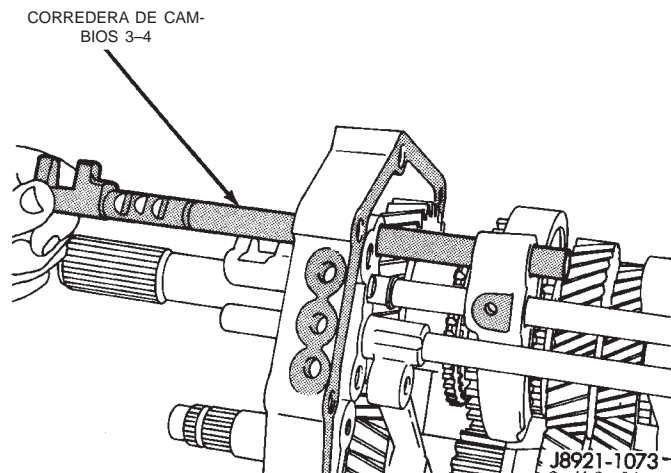

Fig. 89 Instalación de corredera de cambios 3-4
(18) Instale la corredera de cambios 3-4 a través de la placa intermedia y las horquillas de cambio 1-2 y 3-4 (Fig. 89).